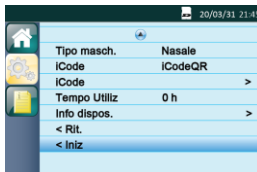

Fig. 13-10
(2) Tornare all'Interfaccia Principale. Spostare il cursore sull'opzione **Iniz** ruotando **la Manopola** , come mostrato nella Fig. 13-10.